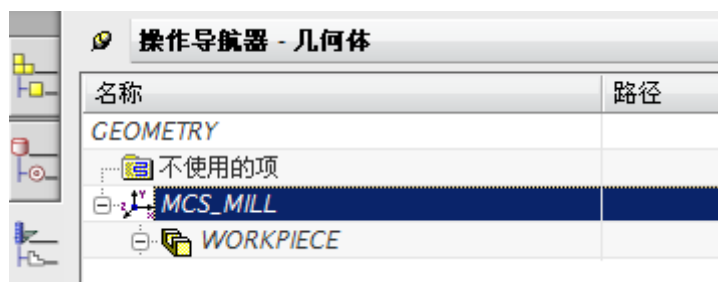

图 5-16
- 切换到右视图，单击，显示系统自动定义的切范围，如图 5-16 所示。